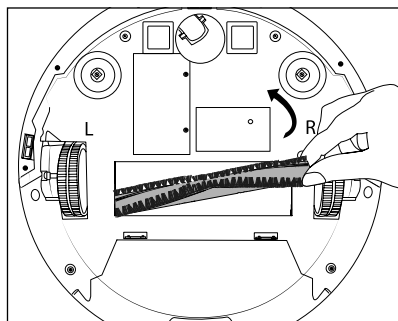

Fig. 15
- ◆ Saisissez le rouleau brosse **16** par le côté droit et sortez-le de l'appareil (voir fig. 15). Retirez les cheveux et la saleté avec la brosse de nettoyage **10**.